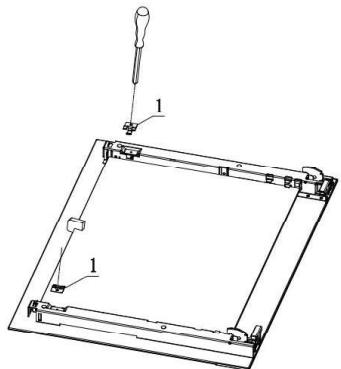

Fig. 8
3. Lösen Sie die Clips (Abb. 8).